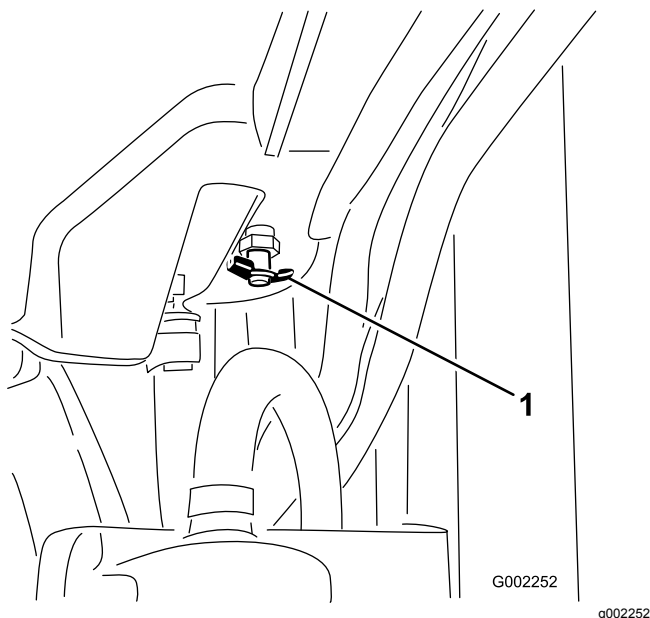

Figura 87
4. Aprite la valvola di spurgo e spurgate il refrigerante nella bacinella (Figura 87).
5. Chiudete la valvola di spurgo (Figura 87).